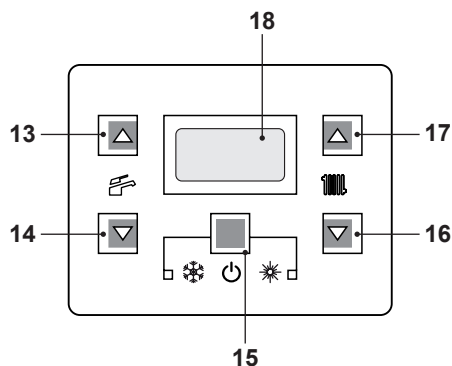
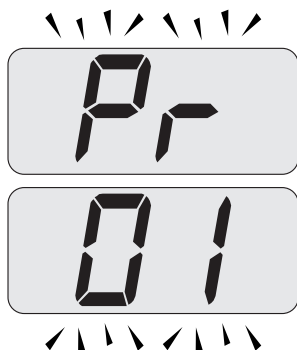
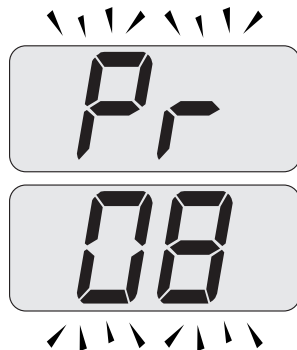

Figura 5.24
Figura 5.25
Figura 5.27
- Entrare in "modalità programmazione" premendo contemporaneamente per 10 secondi i tasti 15 - 16 - 17 (Figura 5.24) fino a far apparire sul display LCD le lettere **Pr** che si alternano con il codice **01**, indicanti l'entrata nel "parametro 01" (Fi-
- Premere contemporaneamente i tasti 15 e 17 (Figura 5.24) fino a far apparire sul display LCD il valore del parametro 01 (Figura 5.26).
- Premendo il tasto 15 (Figura 5.24) si ottiene la conferma del valore inserito.
- Premendo contemporaneamente i tasti 15 e 16 (Figura 5.24) si esce senza modificare il valore (ritorno alla lista parametri Figura 5.25).
- Premendo contemporaneamente per 10 secondi i tasti 15 - 16 - 17 (Figura 5.24) si esce dalla "modalità programmazione".
- Entrare in "modalità programmazione" premendo contemporaneamente per 10 secondi i tasti 15 - 16 - 17 (Figura 5.24) fino a far apparire sul display LCD le lettere **Pr** che si alternano con il codice **01**, indicanti l'entrata nel "parametro 01" (Figura 5.25).
- Scorrere i vari parametri utilizzando i tasti 16 o 17 (Figura 5.24) fino a far apparire sul display LCD le lettere **Pr** che si alternano con il codice **08**, indicanti l'entrata nel "parametro 08" (Figura 5.27).
- Premere contemporaneamente i tasti 15 e 17 (Figura 5.24) fino a far apparire sul display LCD il valore del parametro **08** (**00**= Nessun Reset) (Figura 5.28).
- Premendo i tasti 15 e 16 (Figura 5.24) si esce senza modificare il valore.
- Premere i tasti 16 o 17 per scorrere i vari parametri fino a far apparire sul display LCD le lettere **Pr** che si alternano con il codice **01**, premere contemporaneamente i tasti 15 e 17 (Figura 5.24) fino a far apparire sul display LCD il valore del parametro **01** (Figura 5.29).